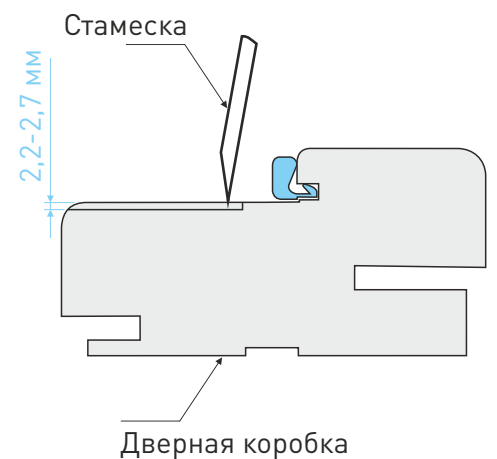

Рисунок 2
- Сделайте выборку для петель и замка стамеской или фрезерным инструментом (Рис.2)